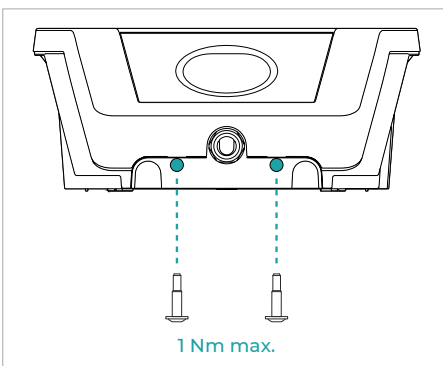

Fig. 10
- Fixez le cadre extérieur sur le système de charge avec les vis fournies aux positions indiquées sur la **fig. 10**.